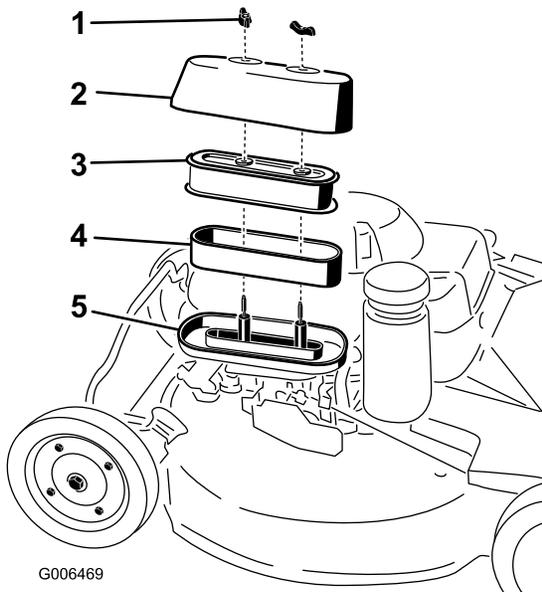

Figura 26
3. Retire las 2 tuercas que fijan la tapa (Figura 26).
5. Separe cuidadosamente de la base los elementos de gomaespuma y de papel (Figura 26).
6. Separe el elemento de gomaespuma del elemento de papel (Figura 26).